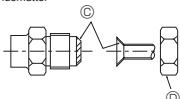

Fig. 5-1
Ⓐ (Fig. 5-1)
Ⓑ (Fig. 5-1)
5.2. Rohrabschlüsse (Fig. 5-1)